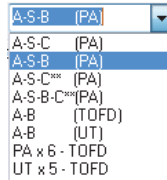

Figure 4-36 Liste des dispositions d'écran
2. Dans la liste de dispositions offertes, sélectionnez la plus appropriée (Figure 4-36 à la page 140).